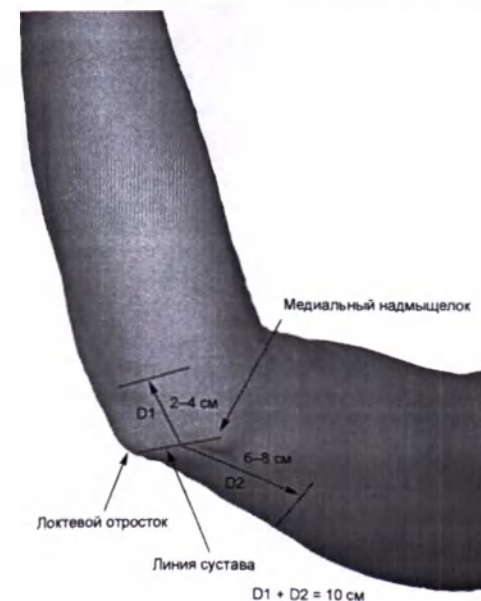

Рис. 33. Разметка локтевого сустава
- Проведите разметку уровня локтевого сустава, как показано на рис. 33. Рекомендуемое расстояние между точками — 10 см.